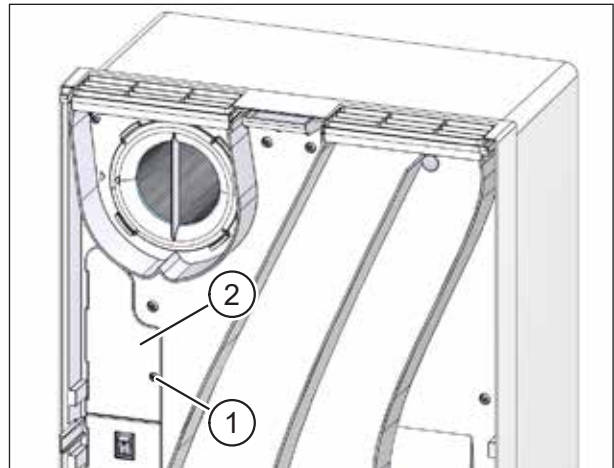

Abb. 35: Elektronikabdeckung abnehmen
- ▶ Lösen Sie mit dem Schraubendreher die Torx-Schraube (Pos. 1 in Abb. 35) an der Elektronikabdeckung (Pos. 2 in Abb. 35).